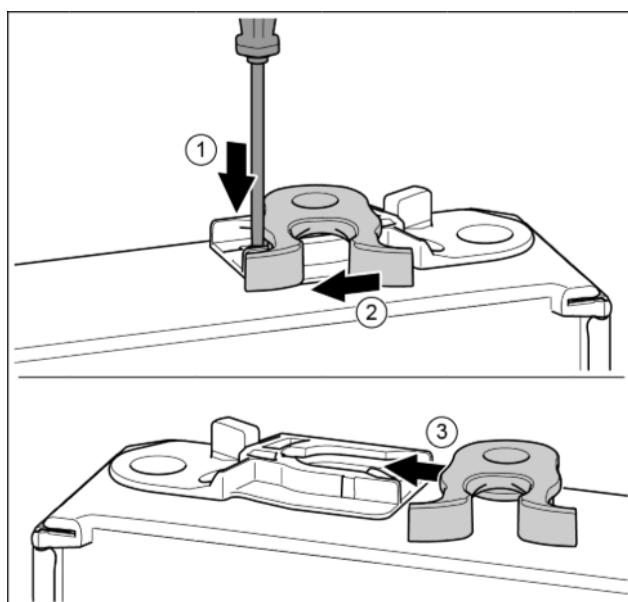

Fig. 17\*
- Нажать накладку шлицевой отверткой вниз. Fig. 17 (1)\*
- Запорный крючок вывести из направляющей. Fig. 17 (2)\*
- Запорный крючок вставить в направляющую с другой стороны. Fig. 17 (3)\*